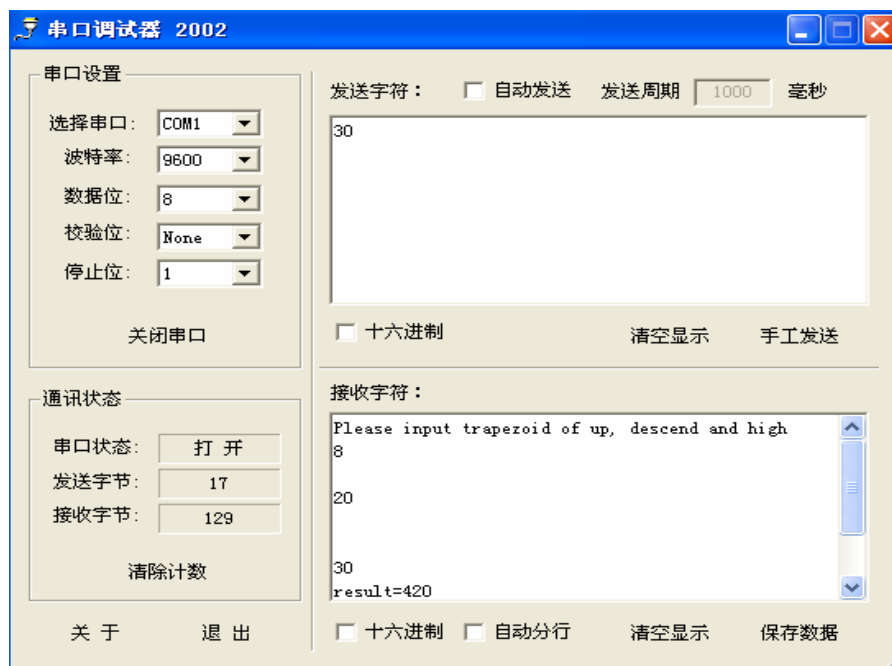

图 3-10
7. 将发送区的数据删除，输入梯形的第三个数据“高”（设为 30），再按回车键使 scanf 函数确认有数据输入，然后再按串口调试器的“手工发送”。此时串口调试器就会接收到相应的数据。（如图 3-10）同时单片机会根据你输入梯形的三个数（上底、下底、高）而计算出梯形的面积并输出。从图 3-10 我们可以看到梯形的面积为 420。如果你再次按上面的方法输入，它就会再次计算。